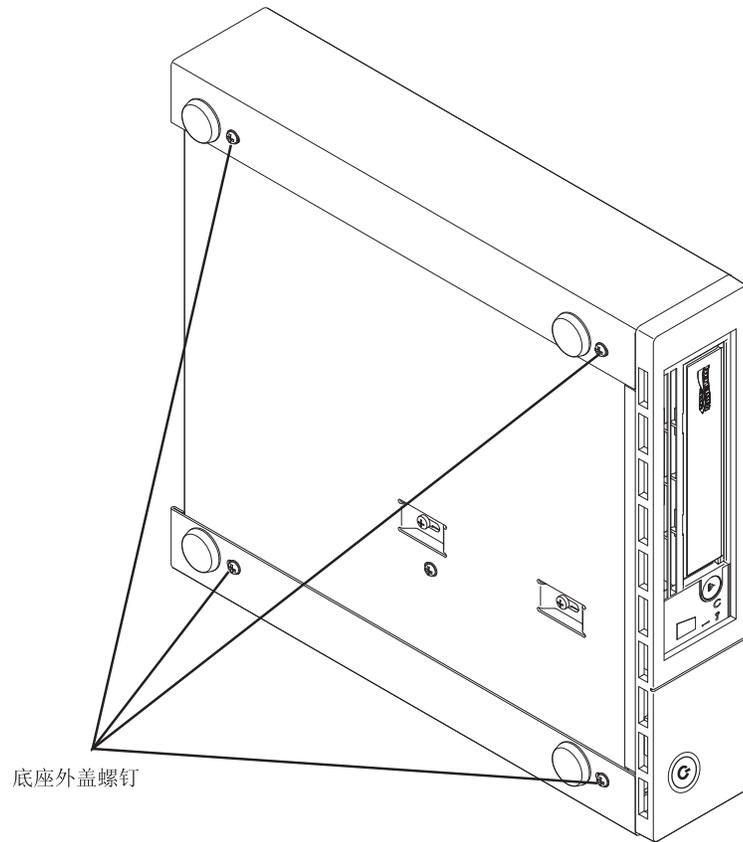

图 23. 卸下将外盖固定到内置式磁带机的螺钉
4. 卸下支脚旁的四颗螺钉（请参阅第 70 页的图 23）。